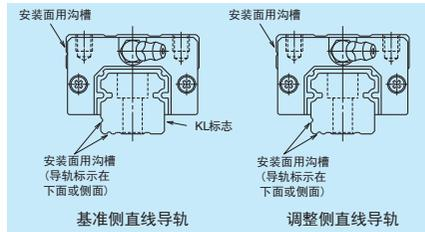

图 10.1 基准面
- 在 2 根或 2 根以上导轨组合使用时，1 根导轨用于基准侧，另 1 根导轨用于调整侧，在基准侧导轨的安装基准面相反一侧上标注有其型号号、系列号和“KL”标志(如图 10.1)